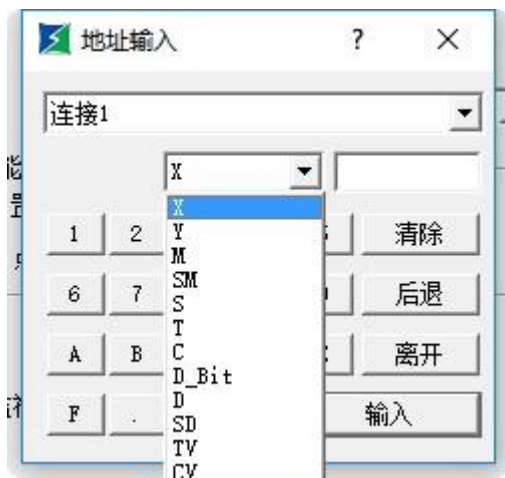

图 4-71 写入地址
- ◆ 写入地址：点击“写入地址”后面的“键盘形状”的地址输入按钮即可输入地址。HT8001CN 软件会根据不同的连接设备，给出相应的位地址符号。如 MITSUBISHI (三菱) PLC 的 FX-2N 系列中 X 代表输入线圈的地址；Y 代表输出线圈的地址；M 代表中间继电器的地址；C 代表计数器地址（开关状态显示）；T 代表定时器地址（开关状态显示）；D 代表数据寄存器的地址；C*代表计数器地址（计数值）；T*代表定时器地址（计数值）。又比如 SIEMENS(西门子)的 S7-200 系列中 I 代表输入点地址；Q 代表输出点地址，M 代表中间继电器地址；V 代表数据寄存器地址。如图 4-71 所示：